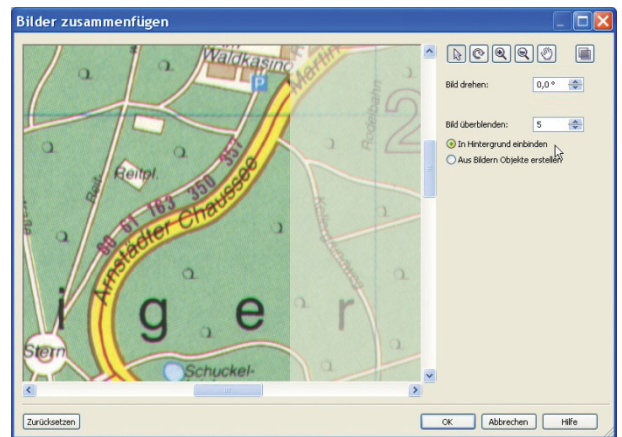

Abb. 10-12: Bildmontage
Diese Funktion ist geeignet, um mehrere gescannte Teile eines Bildes zusammenzufügen (Abb. 10-12). Die Anwendung auf Fotografien, die zu einem Panoramabild zusammengefügt werden sollen, ist prinzipiell auch möglich, aber die Anpassung von Größe und Perspektive ist naturgemäß mit einem größeren Aufwand verbunden.
- **BILDER ZUSAMMENFÜGEN** ► Die Bilder können verschoben und gedreht werden, dabei ist das ausgewählte Bild halb transparent (Abb. 10-12). Unter Zuhilfenahme der Zoomfunktion ist eine sehr genaue Positionierung möglich.